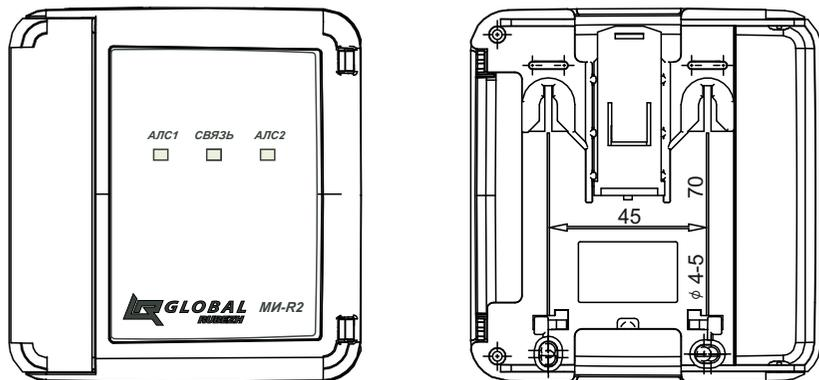

Рисунок 1
- смонтировать изолятор на DIN-рейку или на стену, используя отверстия в основании (рисунок 1);